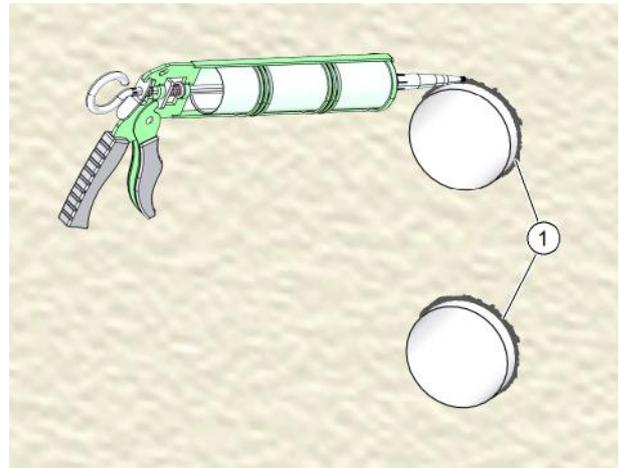

Abb. 31: Lüftungsrohre an der Außenwand abdichten
- ▶ Fassen Sie beide Rohrdurchbruchkanten (Pos. 1 in Abb. 31) mit ca. 5x45° ab, um einen Freiraum für die Dichtungsfugen mit dauerelastischem Dichtstoff zu schaffen.